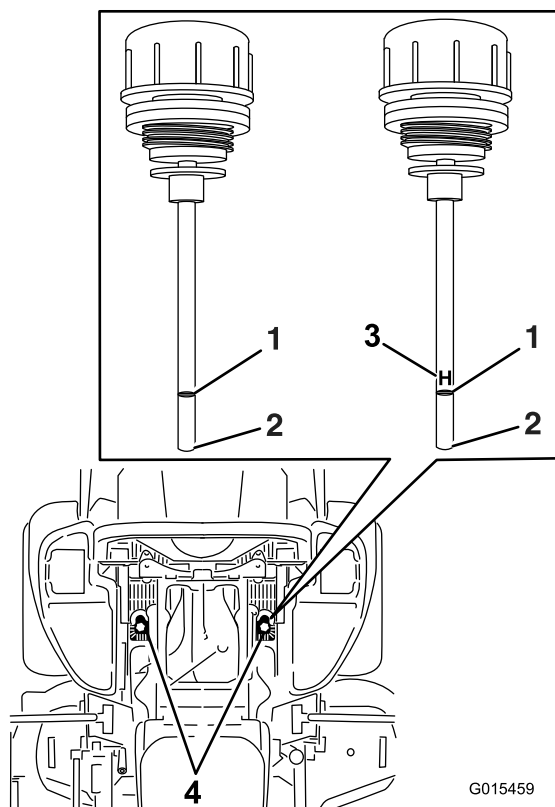

Figura 88
6. Pulite l'area attorno all'asta di livello dei serbatoi dell'impianto idraulico (Figura 88).
7. Togliete un'asta di livello dal serbatoio idraulico (Figura 88).
9. Togliete l'asta e controllate l'estremità (Figura 88). Se il livello dell'olio è alla tacca di aggiunta, versate lentamente dell'olio nel serbatoio idraulico per portare il livello alla linea di pieno o H.